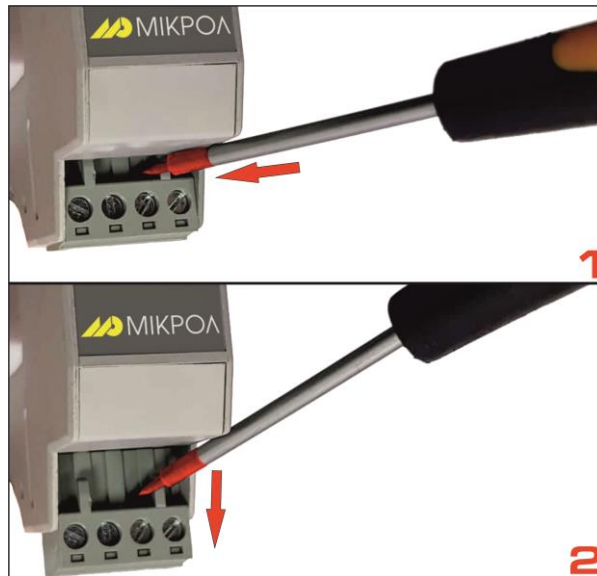
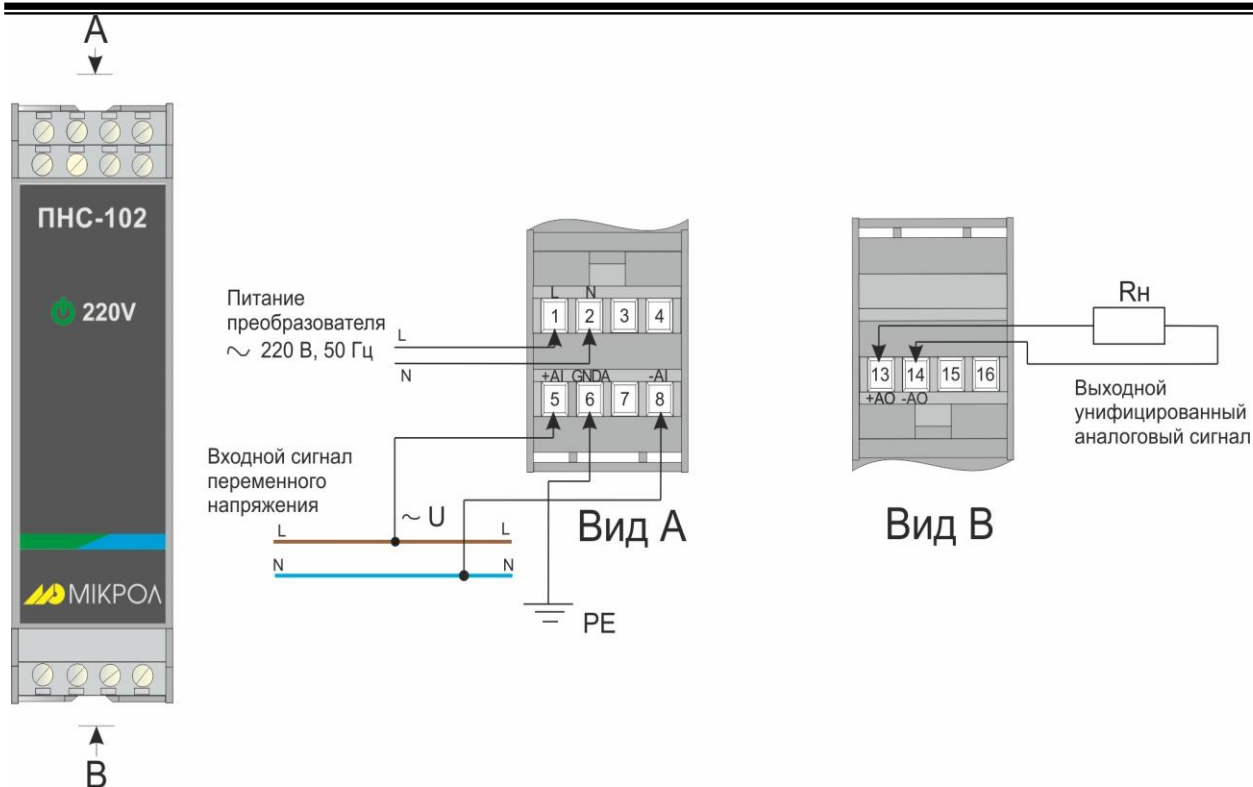

Рисунок 3.3 – Схема извлечения разъем-клеммы с помощью плоской отвертки
Рисунок 3.4 - Схема электрическая подключений преобразователя ПНС-102
3.2.6 Выполните внешние подключения к блоку согласно рис. 3.4. Подключение осуществляется с помощью соединения под винт. Также, для удобства, разъем-клемму можно вынуть с помощью плоской отвертки (см. рисунок 3.3)